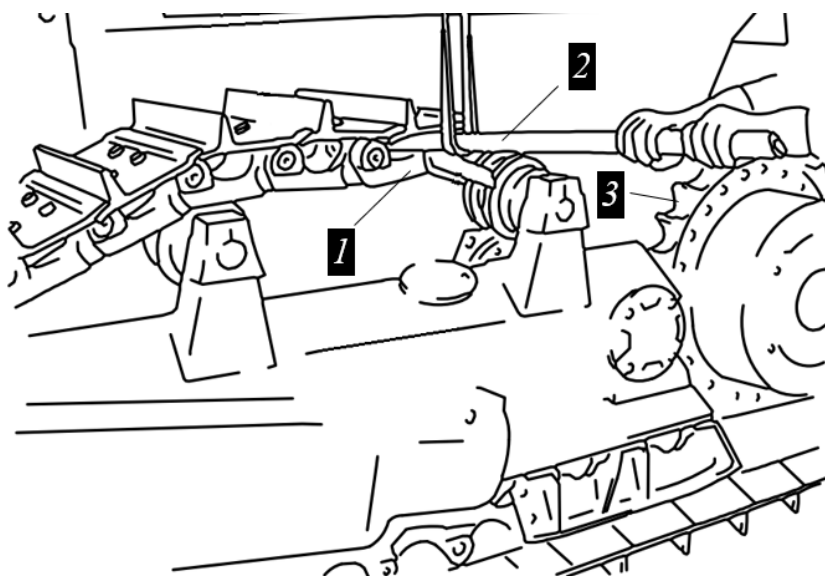

Рисунок 5.82. Процесс установки гусеницы на тележку
Со стороны направляющего колеса к замыкающему полузвену 1, любым удобным способом привязать один конец троса или канат 2, рис. 5.82.
- Другой конец троса/канат закрепить к звездочке бортового редуктора. 3, рис. 5.82.